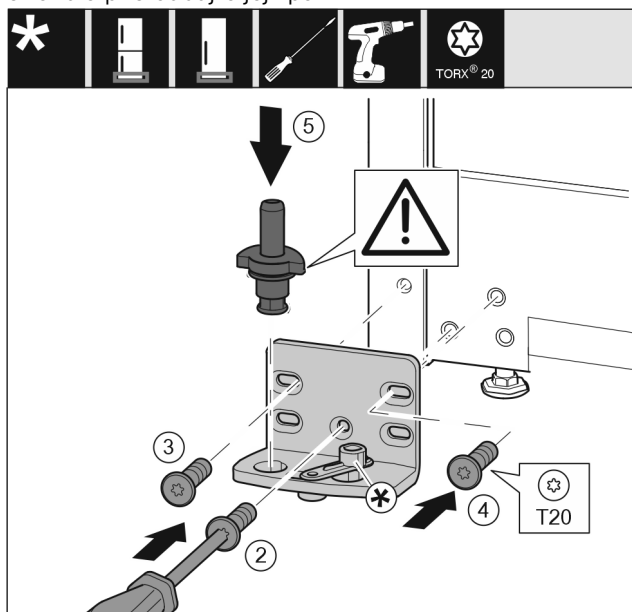

Fig. 15
- Nasaďte stojan ložiska na druhé straně a přišroubujte pomocí šroubováku. Začněte šroubem Fig. 15 (2) dole uprostřed.
- Utáhněte šroub Fig. 15 (3) a šroub Fig. 15 (4).
- Zcela vložte ložiskový čep Fig. 15 (5). Přitom dávejte pozor, aby zajišťovací vačka směřovala dozadu.